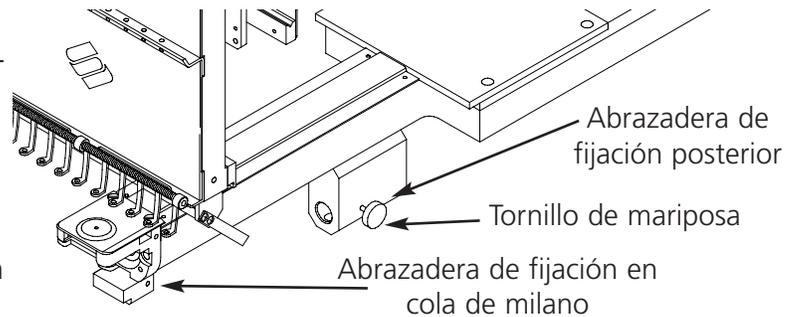

Figura 3-3
5. Instalen Vds. el dispositivo de accionamiento; guíen el árbol del dispositivo de accionamiento del bastidor para gorras en el agujero de la brida de sujeción trasera. Al mismo tiempo, introduzcan Vds. la brida de sujeción en cola de milano del dispositivo de accionamiento en la brida de sujeción en cola de milano hembra. Consulten la Figura 3-3.